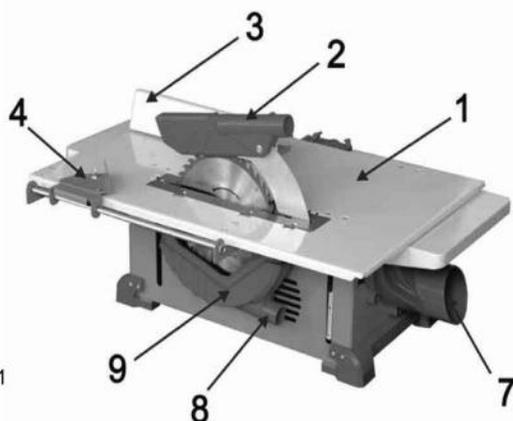

Рис. 1
**1. Распиловка циркулярным диском (циркулярная пила).** В этом режиме устанавливается специальный стол (См. Рис.1), расклинивающий нож, защитный кожух и циркулярный диск по дереву, упоры для продольного и поперечного пиления. Возможно прямое, наклонное пиление и пиление под углом.
2. Демонтируйте нижний кожух циркулярного диска (9)(См. Рис.1) .
Для установки циркулярного стола (1) (См. Рис. 1; 2; 8) необходимо:
1. Демонтировать упор (11) (См. Рис.1; 8), открутив гайки-барашки фиксирующих винтов. Данный упор не используется при глубине пиления более 65 мм. Если глубина пиления меньше 65 мм, то данное защитное ограждение необходимо установить.